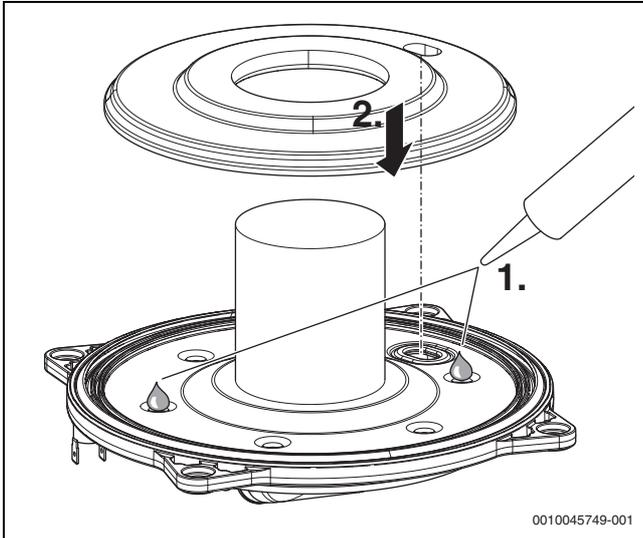

Fig. 62 Aplicar pegamento de silicona y colocar el nuevo aislamiento
- ▶ Aplicar adhesivo termorresistente de silicona (silicona termorresistente (>250 °C)) en ambas ranuras, tal como se lo visualiza en → fig. 62.